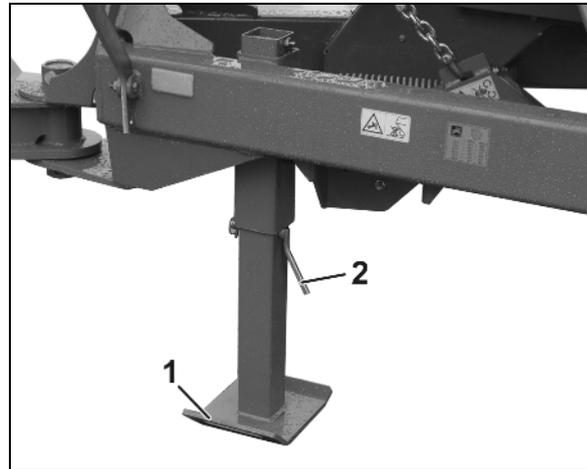

Fig. 55
1. Maintenez la béquille (Fig. 55 / 1) et enlevez l'axe de réglage (Fig. 55 / 2).